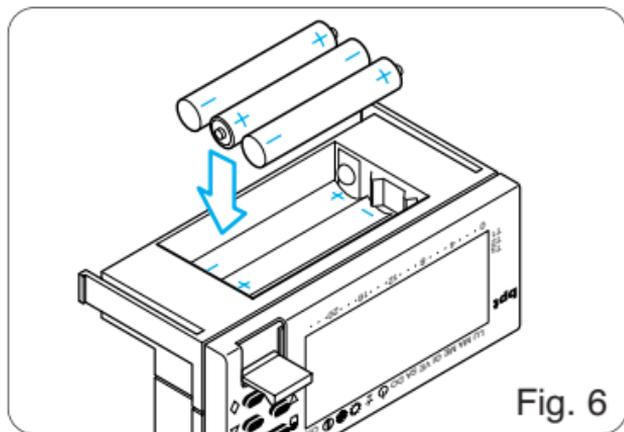

Fig. 6
- Inserire n. 3 pile alcaline LR03 tipo micro stilo AAA da 1,5 V nell'apposita sede rispettando le polarità indicate sul fondo dell'alloggiamento (fig. 6).